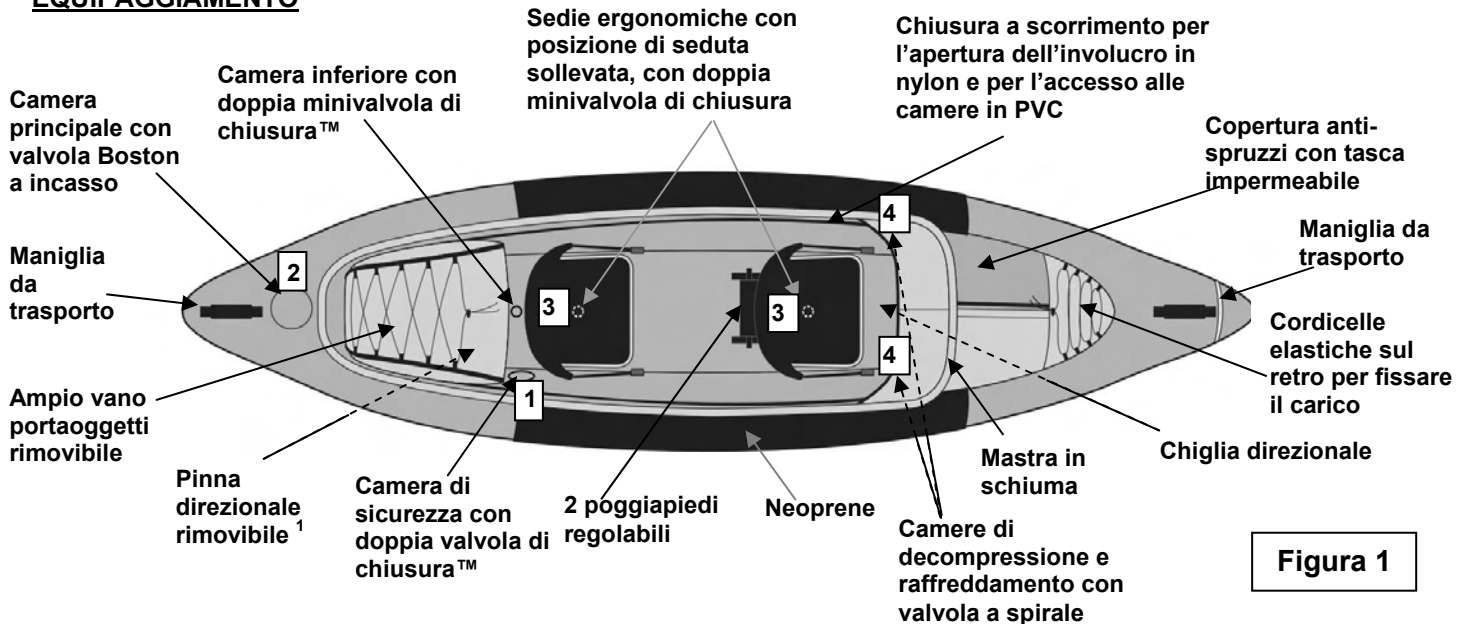

Figura 1
a) Valvola(e) Boston (figura fronte) : sviti il cappuccio della valvola (1), avviti il corpo della valvola (2) nella base della valvola (3) ; abbia cura che il cappuccio resti accessibile. Inserisca l'estremità del gonfiatore nella valvola e gonfi fino a raggiungere il livello di pressione raccomandato (vedere punto 3). Dopo il gonfiaggio, chiuda bene tutte le valvole con il loro cappuccio (nel senso delle lancette d'un orologio). **N.B. :** una leggera fuga d'aria prima della chiusura è normale, solo il **cappuccio della valvola assicura la TENUTA STAGNA.**
b) Valvola double lock™ & minivalvola double lock™ – vedere disegno a pagina 2 / a: Aprire la valvola (A). Per iniziare a gonfiare, aprire il tappo esterno e tirare per estenderlo (B). Inserire il beccuccio della pompa nella valvola e accendere la pompa o iniziare a pompare (C) Per richiudere la valvola: Spingere con la pompa finchè il beccuccio è schiacciato all'interno, così da sigillare il tappo interno (D). Rimuovere la pompa e chiudere il tappo esterno. La valvola dovrebbe apparire schiacciata all'interno (E).
3. Gonfiare il prodotto secondo l'ordine di gonfiamento indicato sulla targhetta di immatricolazione stampata sul prodotto (vedere anche la figura 1, la numerazione delle valvole).